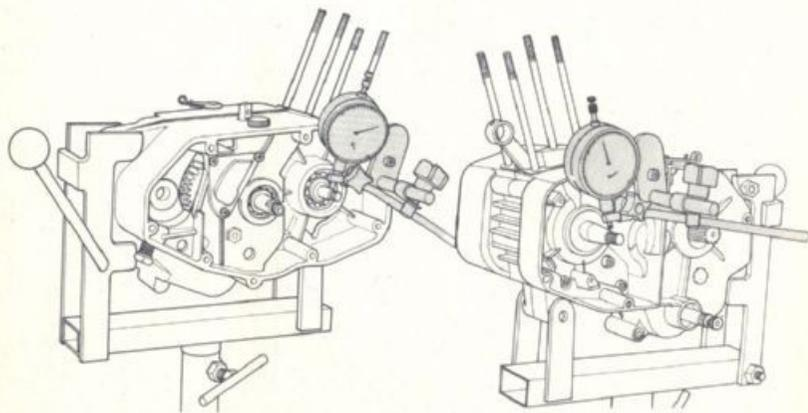

FIG. 43 Controllo coassialità semialberi
- 8) MONTARE i grani di riferimento e le 13 viti di unione bloccandole con  $1 + 1,2$  kgm controllare con un comparatore la eccentricità dei due semialberi dell'imbiellaggio. Il valore massimo di eccentricità **non deve essere superiore a 0,04 mm** (fig. 43). In caso contrario smontarlo e farlo centrare da un'officina specializzata. Controllare quindi che tutti gli alberi ruotino liberamente, in caso contrario battere assialmente su di essi per consentire eventuali assestamenti. Verificare inoltre che non vi sia nessun albero con gioco assiale eccessivo nel qual caso si richiede la riapertura dei semicarter e la sostituzione della rondella di spessoramento superiore con altre di spessore più appropriato.